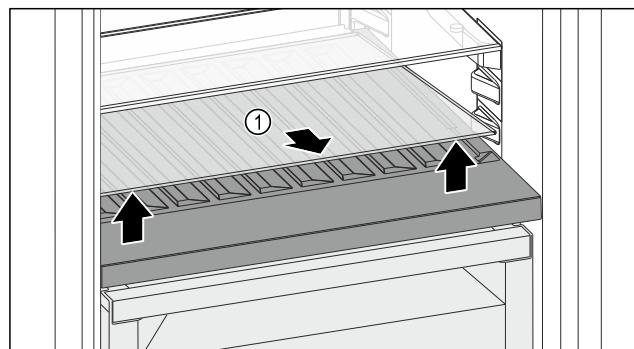

Fig. 124
- 抬起前部槽上的玻璃隔板 Fig. 124 (1) 并取出。
- 将玻璃隔板 Fig. 124 (1) 稳妥地放在冰箱外。